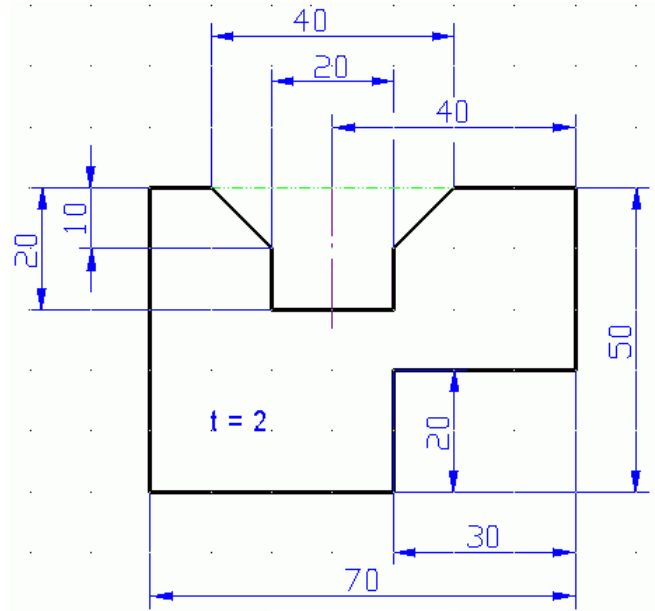

Abb. 3
- sie sollen keine Maßlinien schneiden. Sollte dies unvermeidlich sein, müssen die Maßhilfslinien unterbrochen werden (Abb. 3)
- Mittellinien und (sichtbare) Kanten dürfen als Maßbegrenzungslinien verwendet werden. In diesem Falle entfällt die betreffende Maßhilfslinie (Abb. 3).
- werden in die Mitte zwischen den Maßpfeilen und über die Maßlinie geschrieben. Ausnahme: bei symmetrischen Maßen werden die Zahlen gegeneinander versetzt geschrieben (Abb. 3)
Geschlossene Maßketten sind nach Möglichkeit zu vermeiden. Im Zweifelsfall ist die Stufenbemaßung mit je einer Messbasis für alle senkrechten bzw. waagrechten Maße zu bevorzugen (Abb. 3). In jedem Falle sind die Gesamtabmessungen anzugeben, bei Blechen auch die Stärke, z. B. $t = 2$ (engl. thickness).